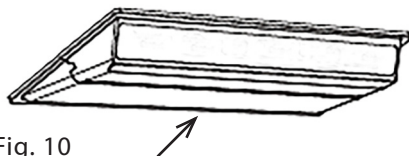

Fig. 10
1. Mueva la cubierta y el termostato hacia afuera de $1 \frac{1}{16}$ " a $1 \frac{3}{16}$ " (de 3 a 5 mm) en la dirección de la flecha (Fig. 10).